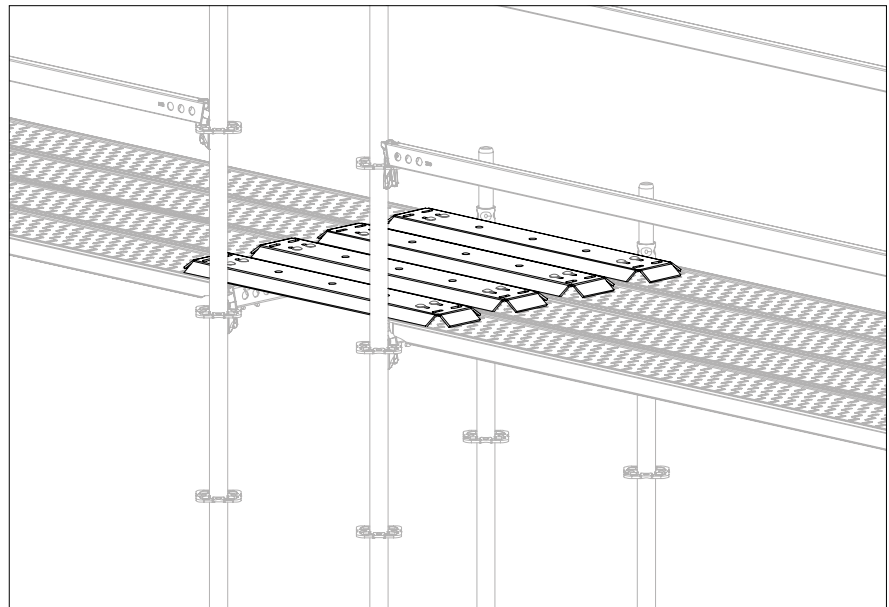

Abb. A7.04b
4. Weitere Abdeckbleche in gleicher Weise montieren bis die Belaglücke geschlossen ist. (Abb. A7.04b)